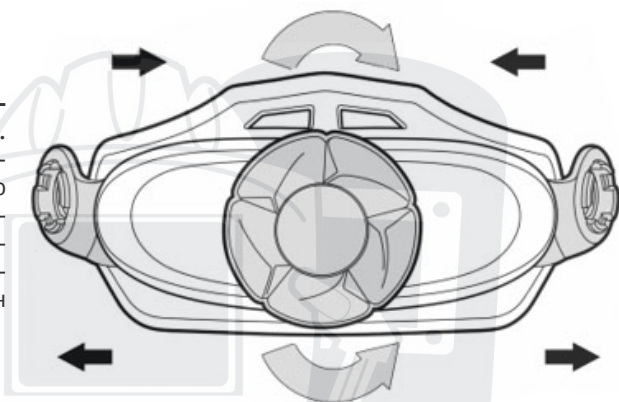

Рис. 8.1.1. Горизонтальная регулировка.
**Горизонтальная регулировка по обхвату головы** (См. рис. 8.1.1): нажмите на регулятор и поворачивайте рукоять по часовой стрелке, чтобы уменьшить размер наголовника, и против часовой стрелки, чтобы увеличить. Лицевой щиток должен плотно сидеть на голове.